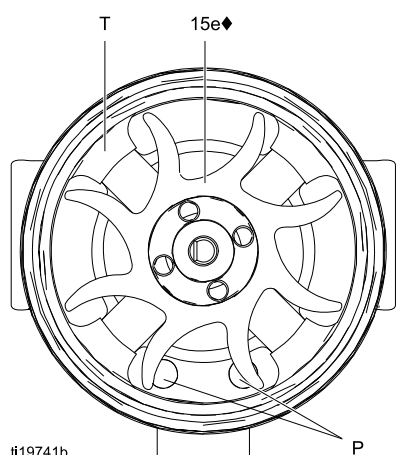
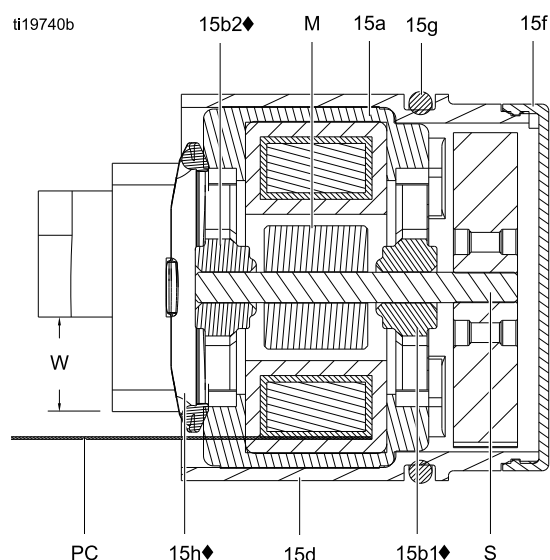

Figure 34 Fläktriktning
Figure 35 Tvärsnitt av omformaren
12. Håll spolenheten (15a) på en arbetsbänk med fläktänden uppåt. Tryck på fläkten (15e♦) på spindelns (S) långa ände. Fläktbladen måste orienteras såsom det visas.
13. Tryck försiktigt spolenheten (15a) in i husets framsida (15d♦). Tretrådkopplingen (PC) måste placeras under det bredare spåret (W) på husflikarna, såsom det visas i Fig. 35. Se till att spolens linjeringsstift (P) sitter som på Fig. 34.
14. Rotera fläkten (15e) så att dess knivar går fria från de fyra axellagerflikarna (T) på husets baksida. Se till att bottenaxellagrets knivar (15b1♦) är i linje med flikarna.